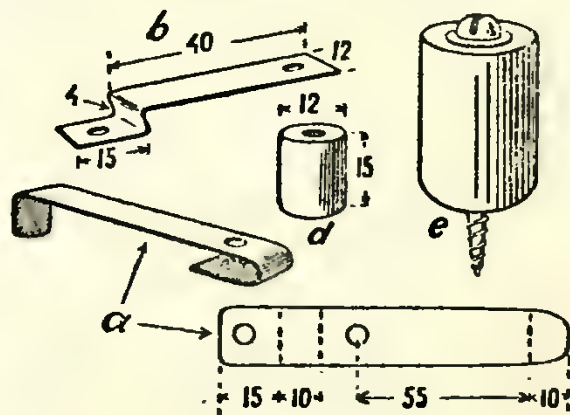

Рис. 2. Детали реостата.
Ползунка укрепляется в точке С рис. (1) на прокладке из фанеры. На эту прокладку предварительно кладется жестяная или латунная полоска, помеченная на рис. 2 буквой *b*.
Ручка, вращающая ползунку, делается простой цилиндрической формы и вырезается из куска плотного дерева перочинным ножом (рис. 2-е).